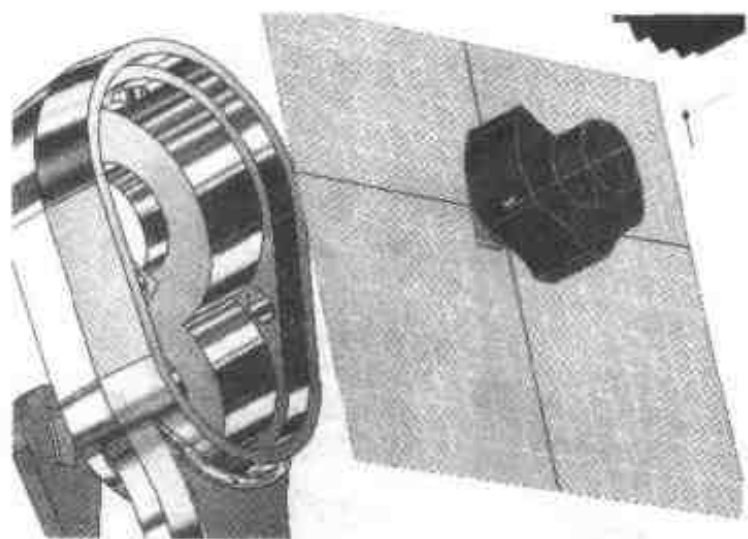

图 5.34 设定凸轮 2 的动画轨迹
- (8) 现在再来添加凸轮 2 的动画。在零件编辑状态下选择凸轮 2, 单击【智能动画】按钮, 弹出【智能动画向导】对话框。
- (9) 选择【移动】单选按钮, 并选择 along height direction 选项, 将移动距离改为 1, 单击【完成】按钮, 结果如图 5.34 所示。